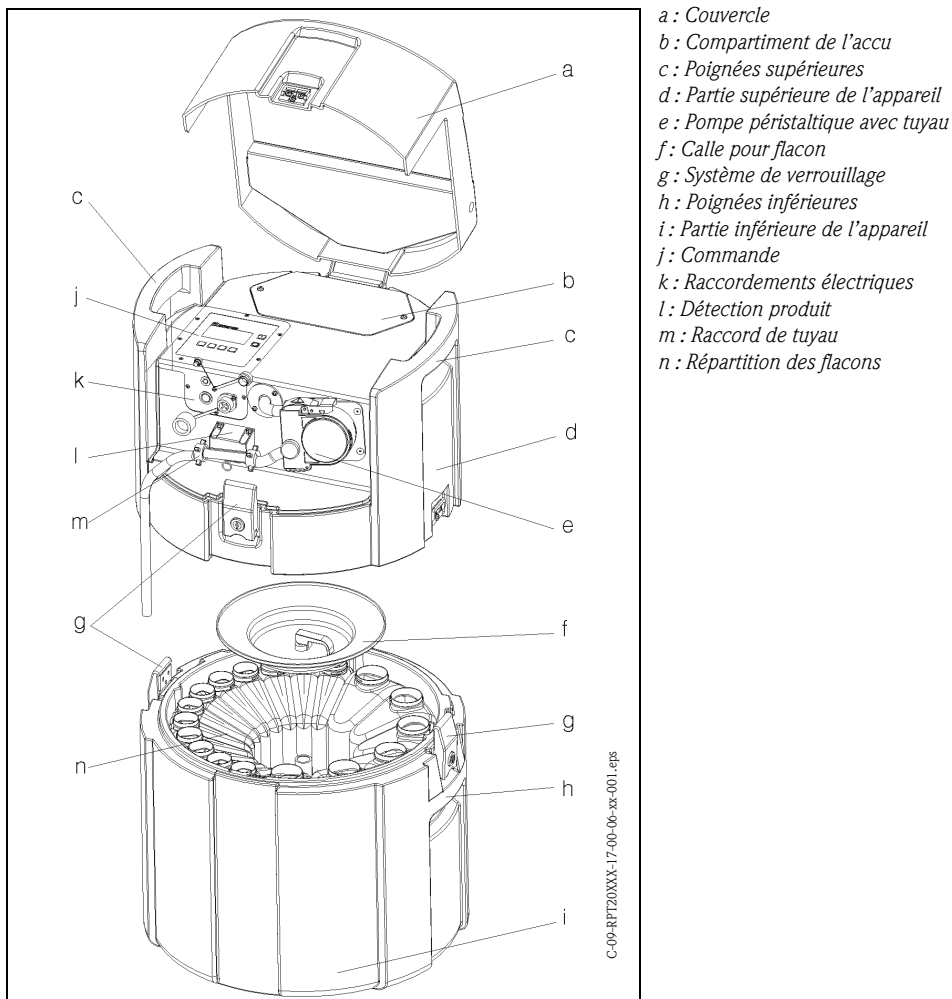

Fig. 2: Vue de l'échantillonneur portable
1. Dévisser le couvercle du compartiment de l'accu (→ Fig. 2, pos. b).
5. Une fois le raccordement effectué, revisser le couvercle du compartiment de l'accu (→ Fig. 2, pos. b).
4. Visser le tuyau de prélèvement au raccord de tuyau (→ Fig. 2, pos. m).